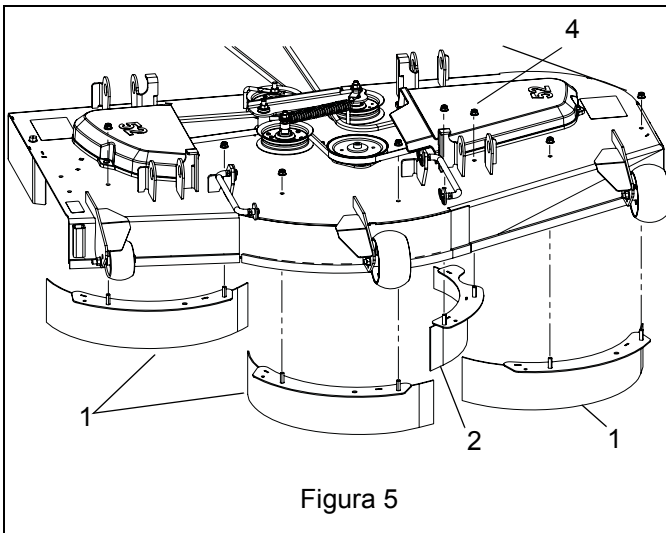

Figura 5
7. Instale tres deflectores universales (pieza 1) y uno central (pieza 2) debajo de la plataforma. Fije con ocho tuercas de brida de bloqueo de 5/16" (pieza 4). Consulte Figura 5.